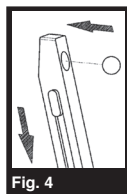

Fig. 4
- Con la otra mano, cargue hasta 15 proyectiles BB's en el puerto de carga del cargador (Fig. 4).